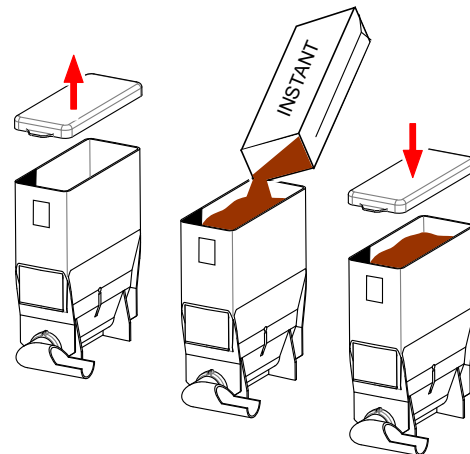

Fig. 16
4. Fyld beholderne med de passende produkter (fig. 16). Se tabel 7, 8 eller 9.